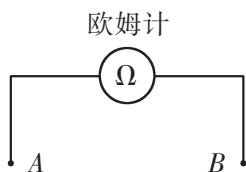

图 3-2-8
4. 有三个失去标记的元件, 分别是定值电阻、热敏电阻和光敏电阻. 为识别它们, 可将这三个元件分别接入如图 3-2-8 所示电路中的  $A$ 、 $B$  两点后, 用黑纸包住元件或者把元件置入热水中, 观察欧姆计的示数变化, 就可将它们区分开来. 请写出简单的步骤.